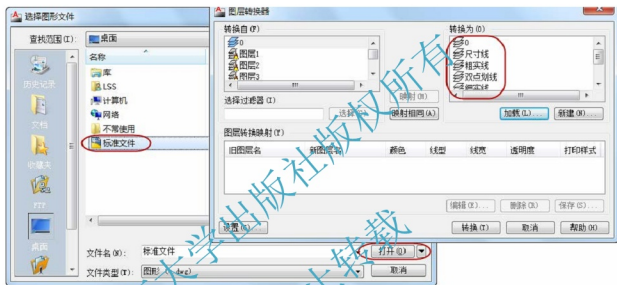

图 2-14 加载文件过程
(1) 单击【图层转换器】对话框中的【加载】按钮，在弹出的【选择图形文件】对话框中，选择“标准文件”，单击【打开】按钮，此时，该文件中的图层被加载到【转换为】列表框，该过程如图 2-14 所示。